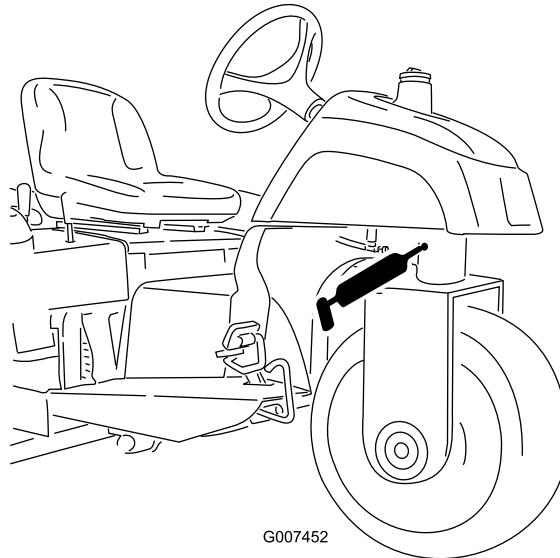

Figura 25
- Pivote de dirección (Figura 25)
Nota: El acoplamiento enrasado del pivote de dirección (Figura 25) requiere el uso de un adaptador de boquilla para la pistola de engrasar. Solicite la Pieza N° 107-1998 a su Distribuidor Autorizado Toro.